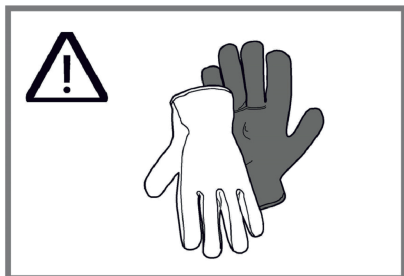

Fig. 13
- Følg målene ved forberedelse til produktet (Fig. 13).